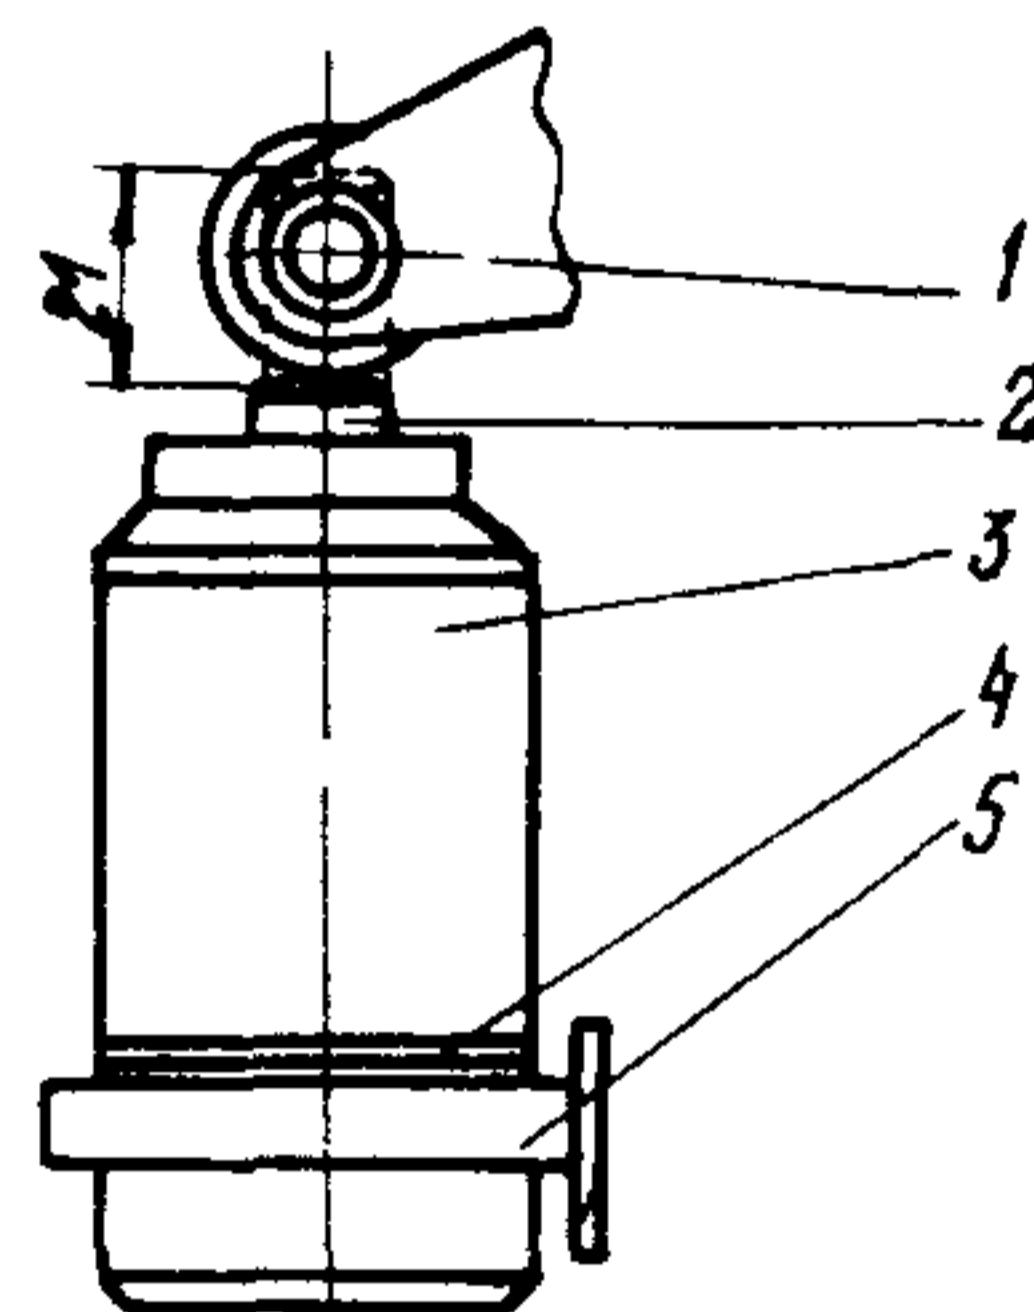

Рис.31. Масляный демпфер:
23.2. Установить масляный буфер 3 в кронштейн 5 и зафиксировать отключенное положение вала. При этом шток 2 буфера должен быть утоплен роликом 1 вала выключателя до упора (рис.31).